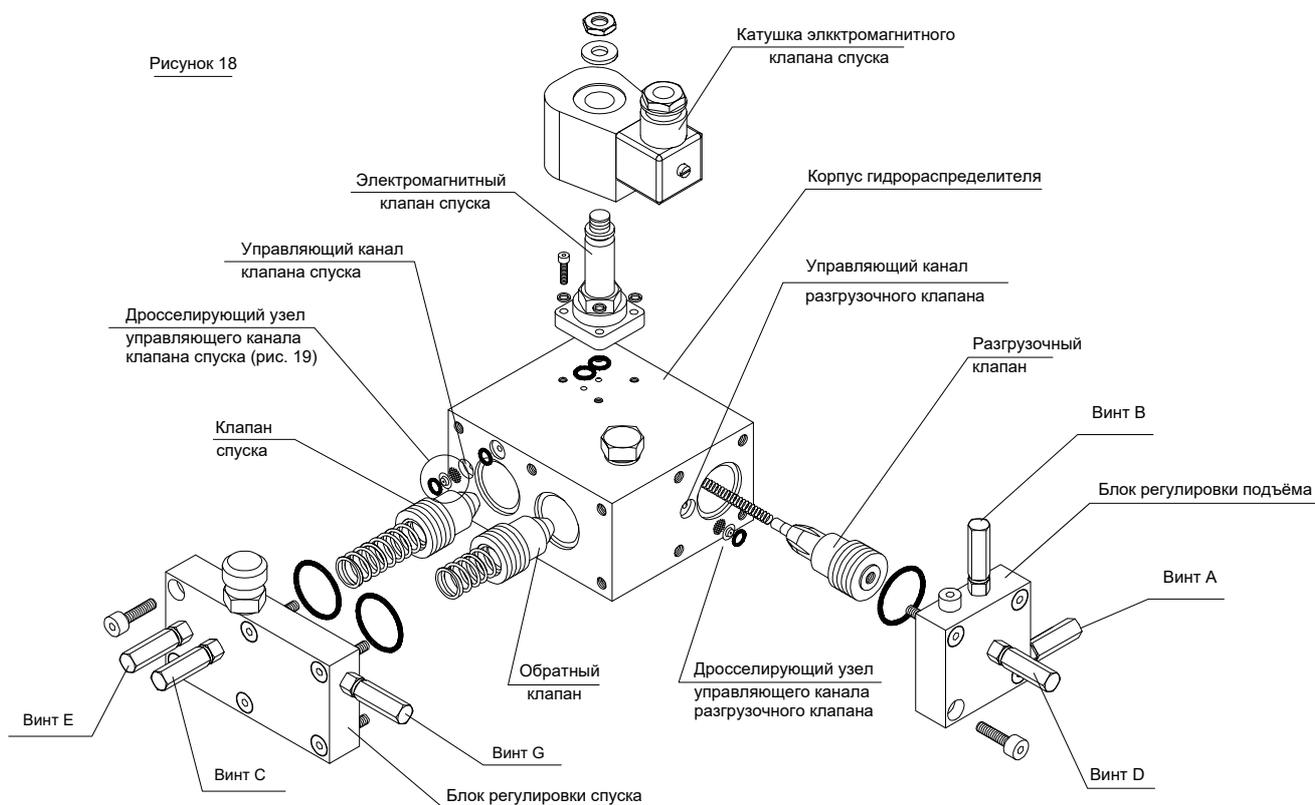

Рисунок 19
2. Убедитесь в том, что диафрагма и фильтр (см рис. 19) в отверстии управляющего канала спускного клапана не закупорены, для этого открутите блок клапанов спуска от корпуса гидрораспределителя (см. рис. 18).